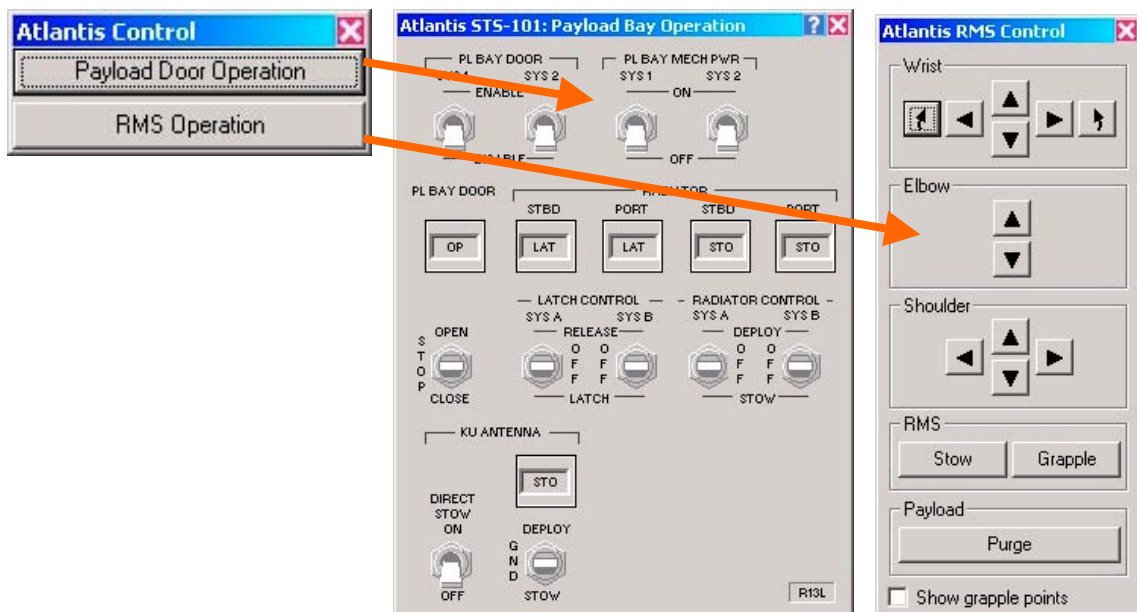

Figure 9.5c : Les fenêtres de commandes de la Soute et du Bras articulé RMS.
- Pour afficher la boîte de dialogue de contrôle, presser **Ctrl+**  (barre espace). Une première fenêtre de choix apparaît (voir figure 9.5c) : cliquez sur **RMS Operation**. (La fenêtre **Payload Door Opération** est décrite dans le document séparé Atlantis.pdf concernant la navette ).